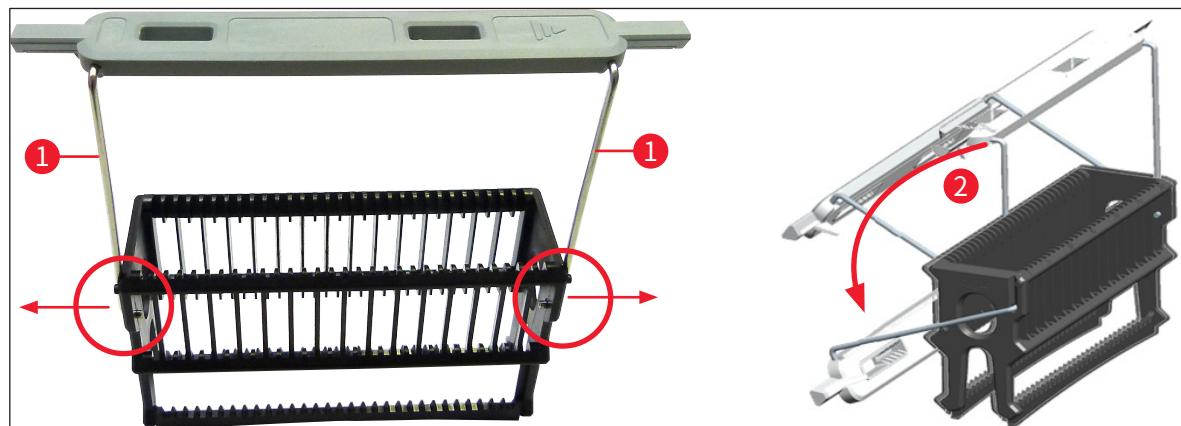

图 69
- 确保将手柄正确定位到上部位置，在玻片架上方居中（→图 69）。